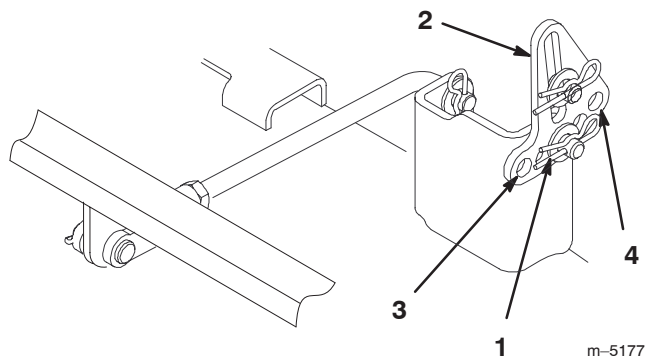

Figure 38
5. Enlevez la goupille fendue et la rondelle de la patte de mise à niveau (Fig. 38). Pour mettre les lames de niveau, fixez les pattes de mise à niveau dans un autre trou à l'aide de la rondelle et de la goupille fendue (Fig. 38). Utilisez un trou plus en avant pour réduire la hauteur de la lame, ou un trou plus en arrière pour l'augmenter. Réglez les deux côtés selon les besoins.